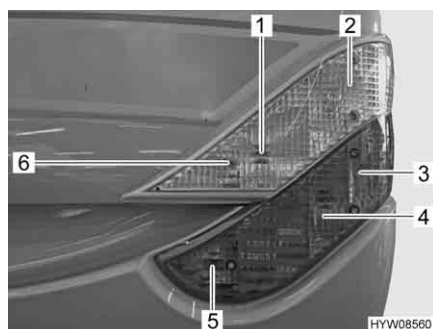

Fig. 119 Luci posteriori (lato anteriore)
- Svitare le sei viti ad esagono cavo (Fig. 119,6)